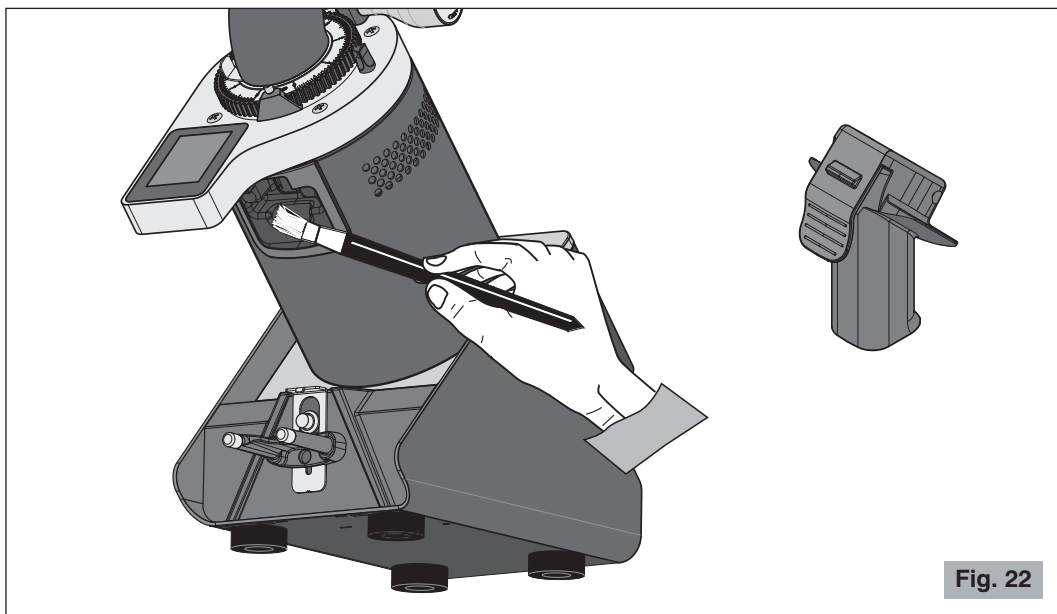

Fig. 22
- Utilizzare uno spazzolino o un pennello (Fig. 22) per pulire le zone più nascoste al suo interno e un panno asciutto per le altre superfici.